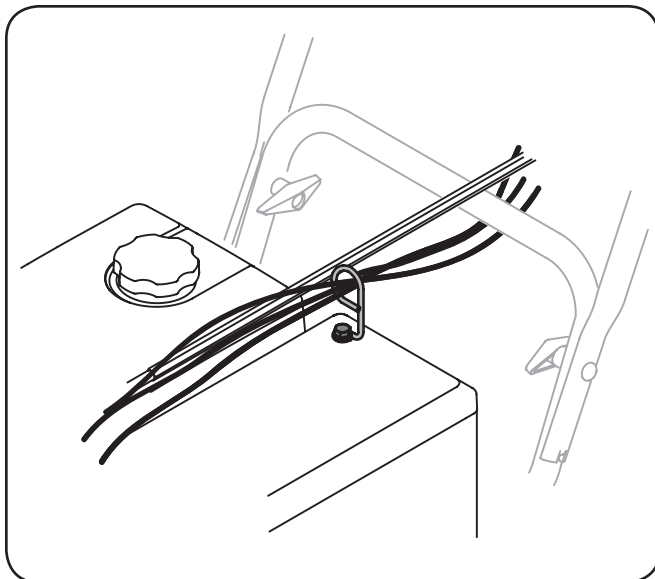

Figure 3-9
9. Controle que todos los cables estén adecuadamente dirigidos a través de la guía de cables de la parte superior del motor. Vea la Fig. 3-9.
1. Retire el tapón de llenado / la varilla de medición de nivel de aceite y limpie la varilla. Vea la Fig. 3-9.